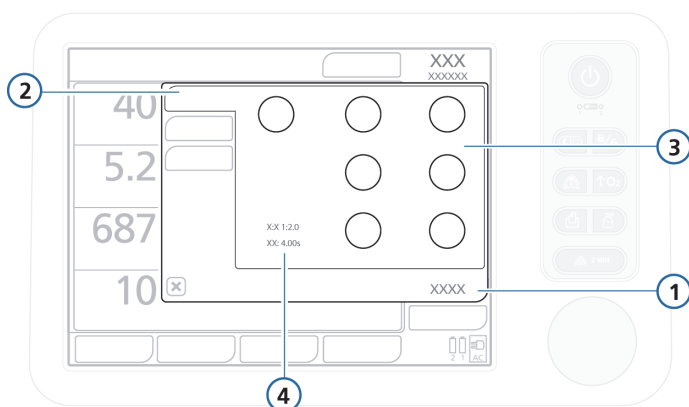

Figura 5-5. Configurações básicas, janela Controles
- Além das configurações de controle, a janela Básico apresenta os parâmetros de tempo de ciclo respiratório determinados a partir das configurações de controle de tempo; ver Figura 5-5.
1. Abra a janela Controles -> Básico (Figura 5-5).
Quando um modo diferente é selecionado, a janela Básico é aberta automaticamente (Figura 5-5), exibindo o novo nome do modo e as configurações dos parâmetros. Se as configurações propostas não forem verificadas e confirmadas, a mudança de modo não será aceita.